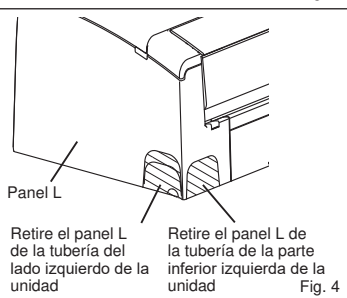
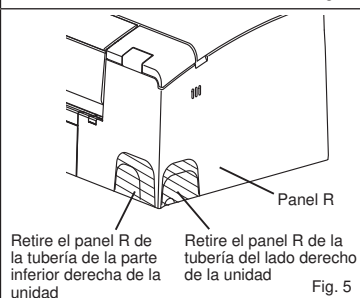

Fig. 4
Fig. 5
- 10) En función de la dirección de la tubería, retire la parte sombreada del panel L (Fig. 4) o del panel R (Fig. 5). Vuelva a instalar la cubierta eléctrica y el conjunto del panel.